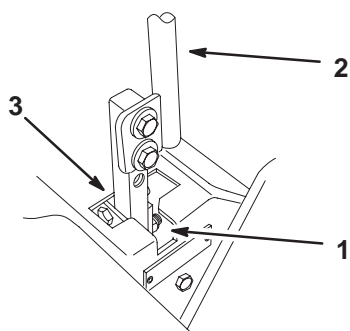

Figure 56
7. Vérifiez la position du levier par rapport au cran de la console (Fig. 56). Il doit être centré de façon à pouvoir pivoter vers l'extérieur jusqu'à la position de verrouillage du point mort.
9. Appliquez une légère pression à l'arrière du levier, tournez la tête du boulon de réglage dans le sens voulu pour centrer le levier à la position de verrouillage du point mort (Fig. 56).